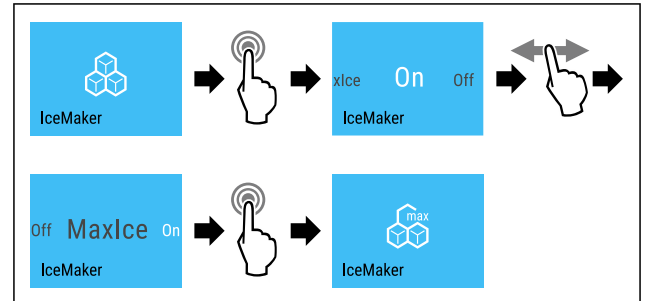

Fig. 21
► Seguir los pasos de procedimiento (consulte Fig. 21).